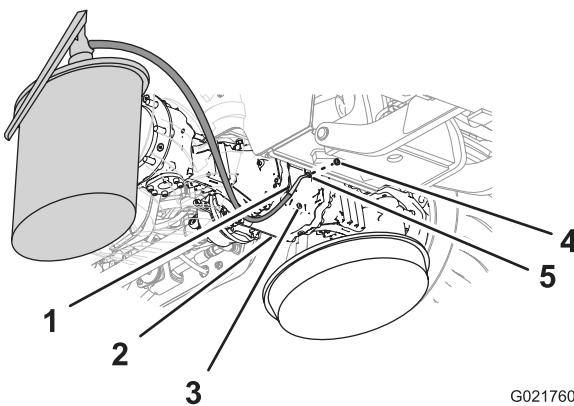
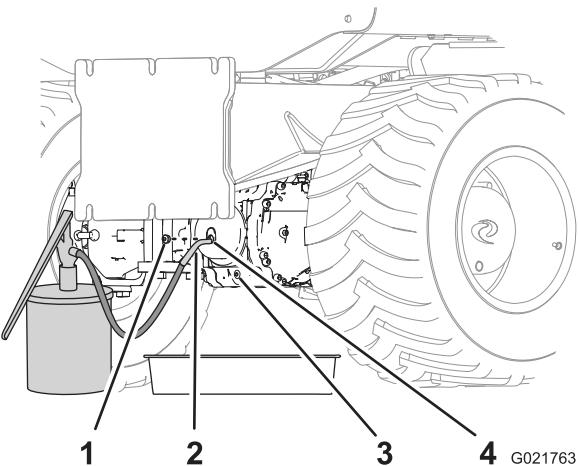

Figure 70
Figure 71
5. Placez un des bouchons dans l'orifice de vidange (Figure 70 et Figure 71).
6. Versez l'huile spécifiée dans le logement de pignon et le pont par le regard, jusqu'à ce que le niveau atteigne les filets au bas de l'orifice (Figure 70 et Figure 71).
8. Placez le bouchon restant dans le regard du logement de pignon (Figure 70 et Figure 71).